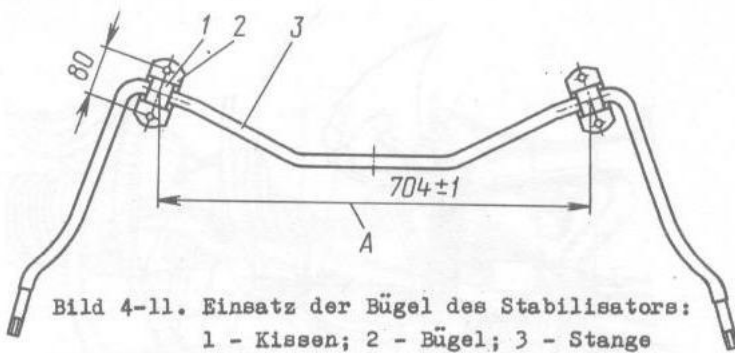

Bild 4-11. Einsatz der Bügel des Stabilisators:
Sind die Gummikissen 1 (Bild 4-11) frei ohne Widerstand an Stange 3 beweglich, so ist deren Ersatz erforderlich. Vor dem Einlegen der Gummikissen an der Stabilisatorstange die Kissen und die Oberfläche der Stange mit Seifenwasser benetzen.
7. Bei Einsatz des mit den Bügeln 2 (siehe Bild 4-11) vorzusammenggebauten Querstabilisators an Querträger der vorderen Motorlagerung ist eine Verschiebung der Stange 3 in Gummikissen 1 unzulässig.